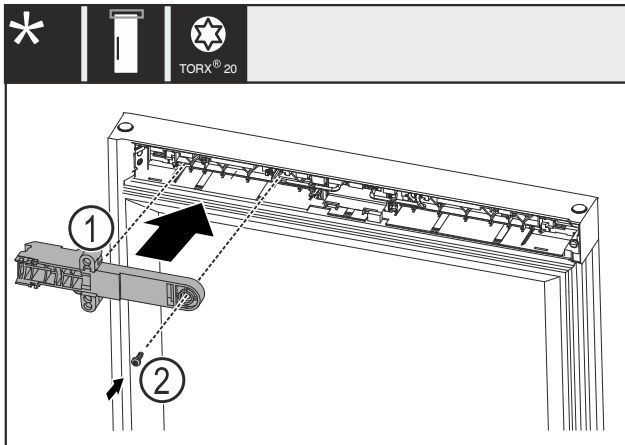

Fig. 22
- Drej lås-heldedelen Fig. 22 (1) 180°, og monter den på den modsatte side.
- Fastgør lås-heldedelen Fig. 22 (1) med skruen Fig. 22 (2).